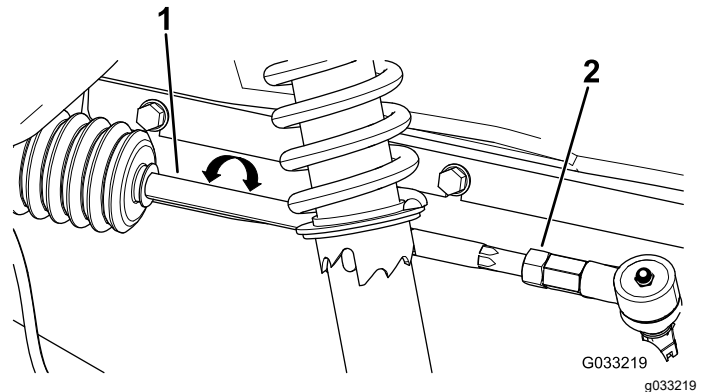

Figure 84
1. Desserrez les écrous de blocage à l'extrémité extérieure des biellettes (Figure 84).